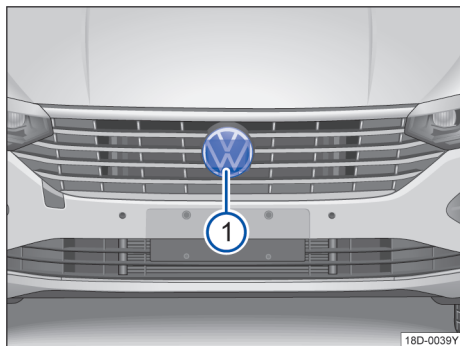

图 114 前保险杠上：雷达传感器
雷达传感器安装在前保险杠上→图 114 ①，用于监测交通状况，可探测距本车约 100m 范围内的前方车辆行驶状况。